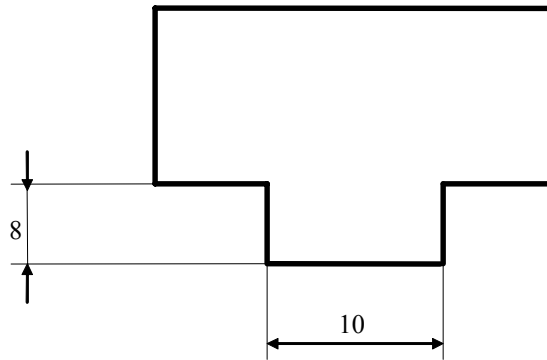

Рис. 9.3.1. Калибр для установки исходного положения бойка преобразователя ПС-101
9.3.6. При контроле преобразователем ПС-101 изделий с криволинейными поверхностями следует иметь в виду, что энергия удара подвижной системы этого преобразователя зависит от расстояния h между исходным (стационарным) положением бойка и поверхностью объекта. Оптимальное значение h составляет около 8 мм. Для установки и проверки этого расстояния при контроле изделий с плоскими поверхностями используйте калибр (рис.9.3.1.). При оптимальном значении h калибр должен касаться бойка вибратора. Уменьшение и увеличение h ухудшает работу ударного вибратора.